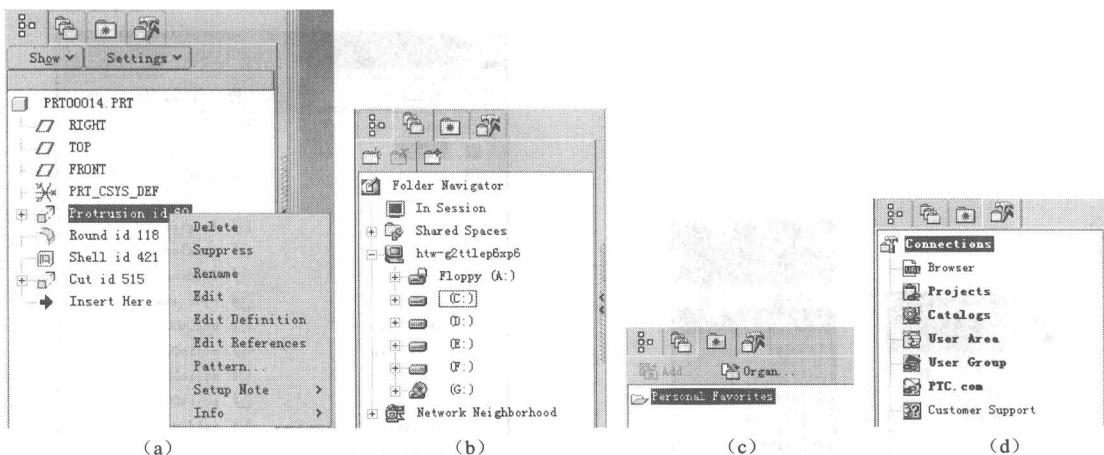

图 1.10 导航视窗
-  模型树：如图 1.10 (a) 所示，用以显示建模组成的几何特征及基准面，通常可在模型树视窗内对建模组成的几何特征及基准面进行修改和编辑；
-  文件夹浏览器：如图 1.10 (b) 所示；
-  个人收藏夹：如图 1.10 (c) 所示；
-  链接：如图 1.10 (d) 所示。